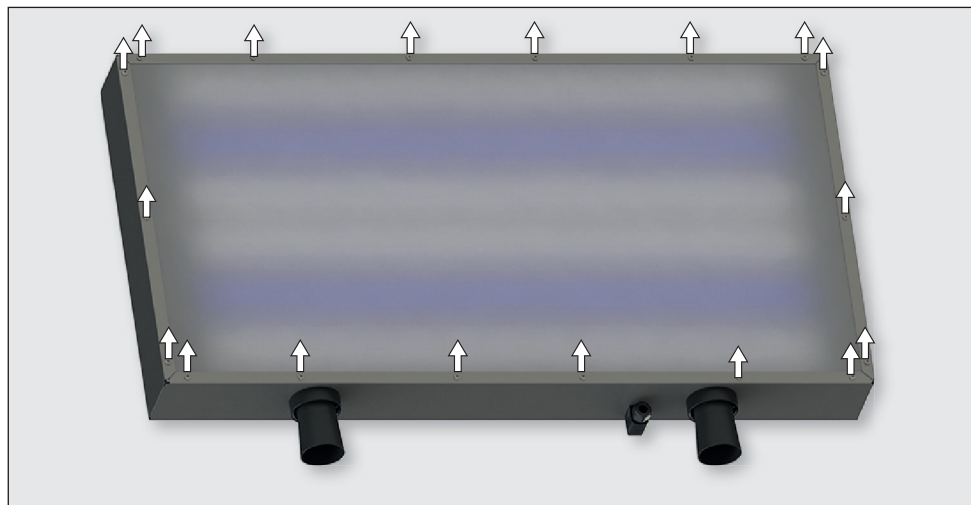

Fig. 34 Appoggiare il corpo illuminante con le lampade rivolte verso l'alto e rimuovere le viti
4. Allentare le viti presenti lungo la lastra di vetro. Rimuovere la lastra di vetro e metterla da parte (Fig. 34).